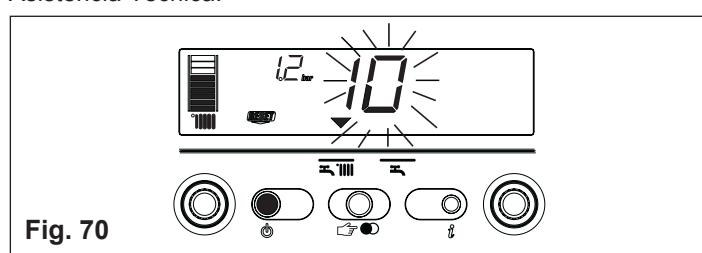

Fig. 70
2) Visualización solo del icono (fig. 70)